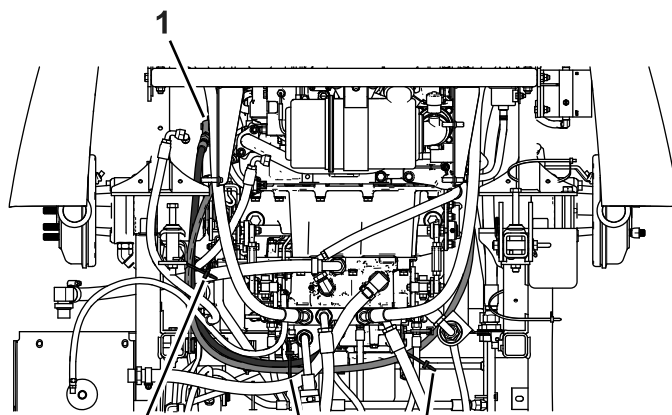

**Figure 17**
4. Acheminez le grand flexible hydraulique comme montré à la Figure 17.